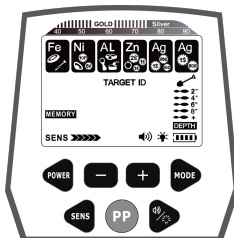

Fig.11
- Premere nuovamente il pulsante MODE e il cursore MEMORY si accende. Il cursore di discriminazione del bersaglio è tutto illuminato. (Vedere Fig.11)
- e. Se si desidera cercare altri metalli materiali, premere nuovamente il pulsante "MODE". Il cursore MEMORY si illumina ancora e mostra ancora la stessa immagine della Fig.11. Ripetere quindi l'operazione precedente.
- f. Per uscire dalla modalità MEMORY, premere il pulsante MODE, facendo tornare il rilevatore allo stato della Fig.11. Quindi premere nuovamente il pulsante MODE per uscire dalla modalità MEMORY ed entrare nella modalità di funzionamento successiva.